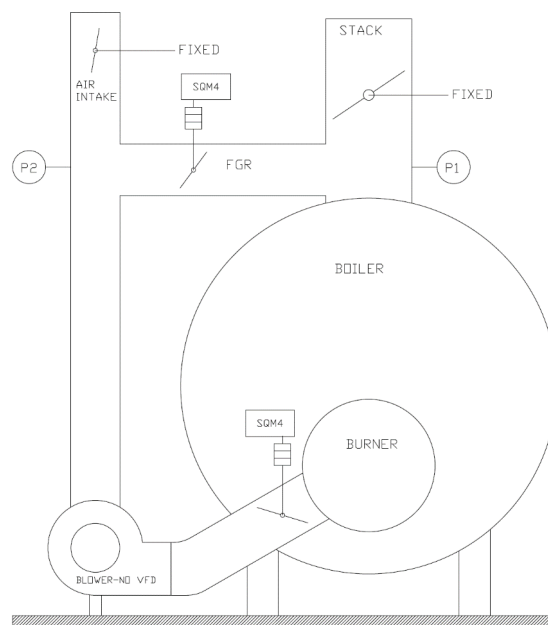

Figura 6-12: Quemador FGR sin VFD y un Dámper de Aire a la Salida del Ventilador
Método mostrado en la Figura 6-12:
Pequeños cambios de presión (la presión dentro de la sala de calderas vs. La presión en la chimenea) son comunes. Esto se debe, por lo general, a puertas que se abren y cierran en la sala de calderas y a efectos convectores en la chimenea. Dependiendo de la instalacion, estos cambios pueden ser imperceptibles o pueden ser de hasta 2" WC. Con el arreglo mostrado en la Figura 6-12, hasta un pequeño cambio en la presión puede causar que el flujo de FGR sea no repetible. Se brindan algunos ejemplos debajo:
2. La presión diferencial a través del dámper de FGR es significativa aun en llama baja debido al vacío generado por el ventilador. Pequeños cambios en el diferencial de presión a través del dámper de FGR ocasionaran pequeños cambios en el flujo de FGR. El flujo de FGR será más repetitivo en comparación con el método en la Figura 6-12, especialmente en fuego bajo y medio.